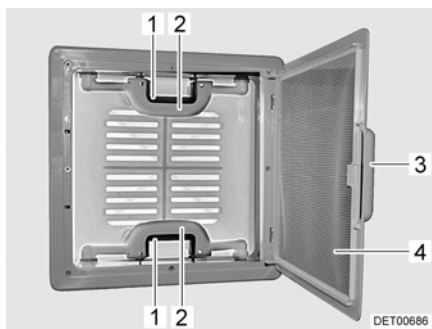

Bild 33 Dachhaube mit Schnappverschluss
- Am Griff (Bild 33,3) ziehen.
- Insektenschutz (Bild 33,4) nach unten klappen.
- Schnappverschluss (Bild 33,1) zur Innenseite der Dachhaube drücken. Gleichzeitig mit dem Griff (Bild 33,2) die Dachhaube nach oben drücken.
- Insektenschutz (Bild 33,4) nach oben schwenken, bis er einrastet.
- An beiden Griffen (Bild 33,2) die Dachhaube kräftig nach unten ziehen, bis beide Schnappverschlüsse (Bild 33,1) eingerastet sind.